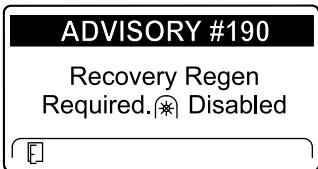

Figura 59
- É necessária uma regeneração de recuperação — tomada de força desativada Aviso N.º 190 (Figura 59)